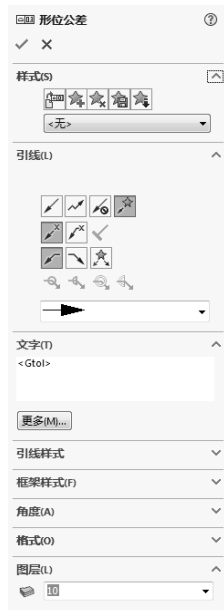
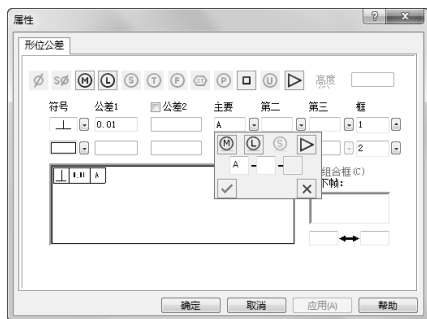

图 12-64 “形位公差”属性管理器
图 12-65 “属性”对话框
11) 设置几何公差参数。选择“注解”操控板中的 $\square$  (形位公差) 按钮, 会出现“形位公差”属性管理器及“属性”对话框。在属性管理器中设置形位公差参数, 如图 12-64 所示, 在“属性”对话框中设置各参数, 如图 12-65 所示。